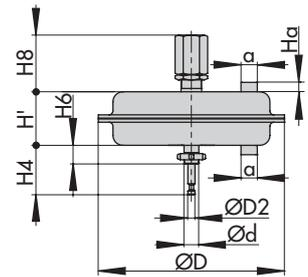

Fig. 20: Tipo 3271
1) Limitación de carrera por ambos lados ver Fig. 20